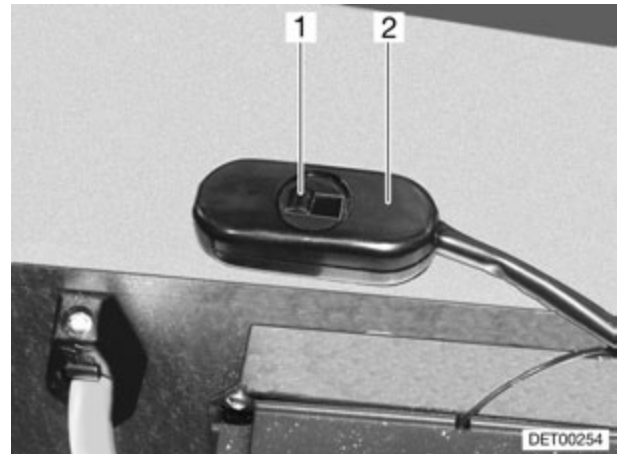

Fig. 101 Interruptor para la reducción de la velocidad
La velocidad de la bomba de circulación se puede reducir con el interruptor deslizante (Fig. 101,2). De este modo también se reducen los ruidos de giro de la bomba.
- Desplazar la corredera (Fig. 101,1) hacia la derecha. Se reduce la potencia.